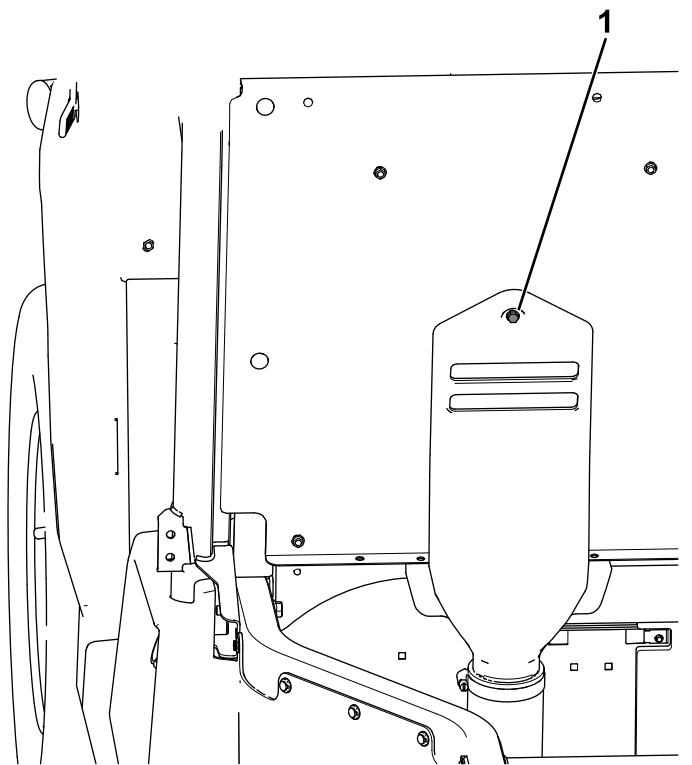

Figure 28
- F. Insérez le boulon captif fixé au capot d'admission CVT dans le trou du panneau de siège indiqué (Figure 28).